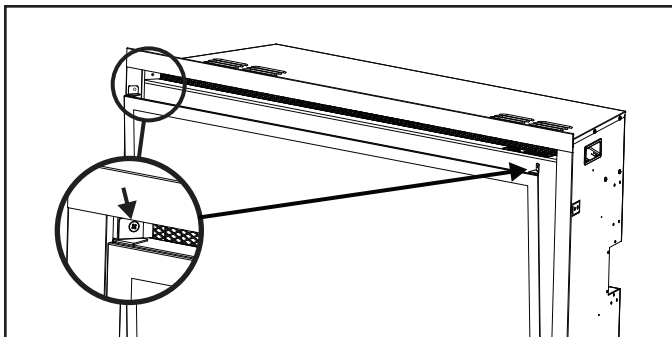

Figure 7.1 Retrait de la vitre
2. Retirez les deux (2) vis ST4x8 qui maintiennent la vitre en place, puis retirez le verre. Voir la figure 7.1.